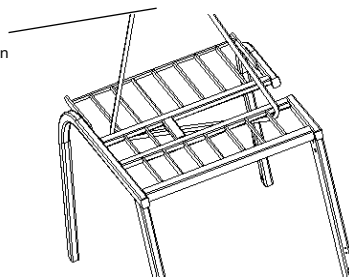

Figura 2-28
- (2) La figura 2-28 muestra cómo levantar el estante superior.